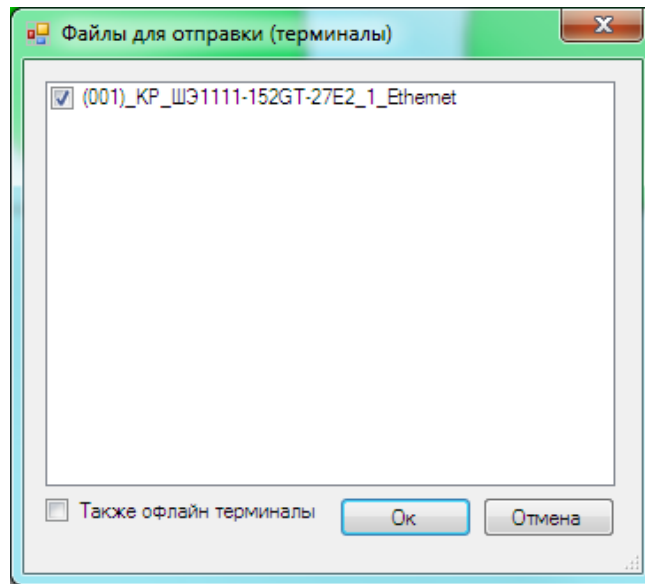

Рисунок 4.8
4.1.4.2 В окне **Файлы для отправки (терминалы)** выбрать терминал и нажать на кнопку **Ок** (см. рисунок 4.8).